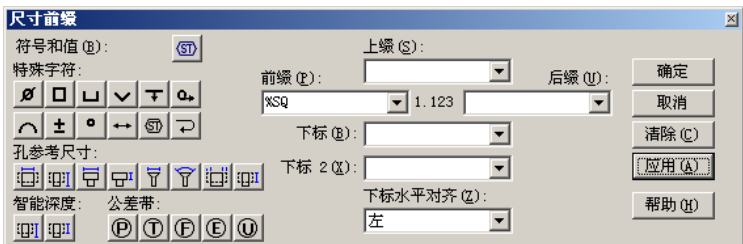

图 8.2.4 “尺寸前缀”对话框
- 按钮：添加尺寸的前缀。当单击此按钮时，系统会弹出图 8.2.4 所示的“尺寸前缀”对话框，用户可以根据所需进行设置相关参数。设置好的参数在“启用前缀”按钮被按下的情况下在图纸上才可以显示出来。